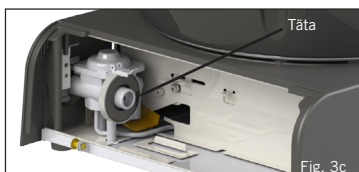

Fig. 3c
- Om det bildas bubblor, finns det en gasläcka. Ta omedelbart av gasolubten från apparaten. Kolla att alla anslutningarna sitter som de skall. Kolla att tätningsringen finns på plats och att den är i god kondition innan du ansluter en gasolubt (Fig. 3c). Kolla igen med tvållösning efter att du har satt på gasolubten igen.
- Kontrollera att tätningen sitter på plats och inte är sliten eller skadad innan du ansluter patronen (se bild 3c).